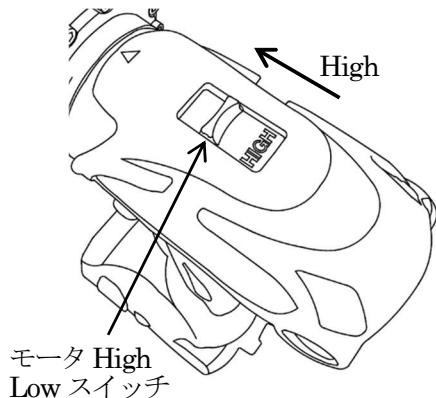

図4
1. モータのHigh、LowスイッチをHighで使用します。（図4）